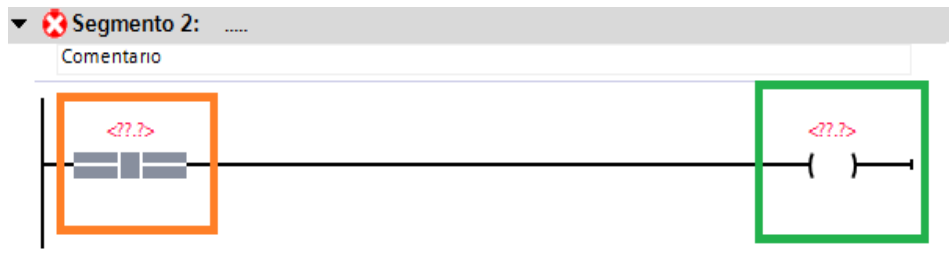

Figura 111: Insertar entrada y salida.
1. Insertar una entrada como se indica el cuadro naranja y una salida como se indica el cuadro verde Figura 111.